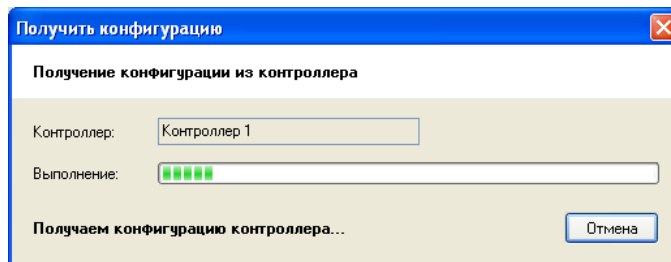

Рисунок 31
- 7) Нажмите кнопку "Выбрать", на экране отобразится процесс чтения конфигурации (см. Рисунок 31), и дождитесь окончания обмена данными с контроллером.